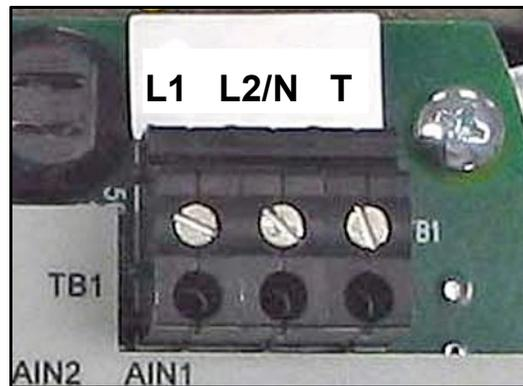
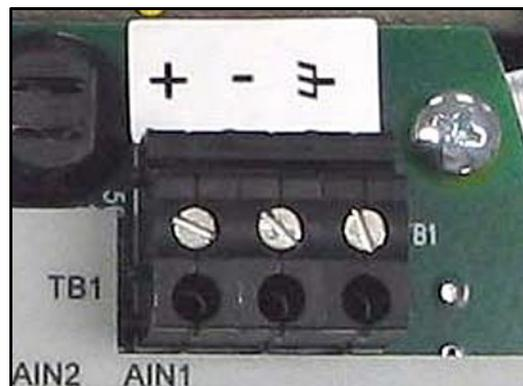

Figura 20: Cableado de la línea de alimentación de CA
Figura 21: Cableado de la línea de alimentación de CC
Vea la *Figura 20* o la *Figura 21* en la *página 38* para ubicar el bloque de terminales TBI y conectar la alimentación de línea de la siguiente manera:
2. Tienda el cable a través de uno de los tres puertos de entrada del conducto (vea la *Figura 19* anterior) y conecte los conductores de alimentación de línea al bloque de terminales TBI utilizando las asignaciones de números de patas que se ven en la *Figura 34* en la *página 48* y la *Figura 20* o la *Figura 21* en la *página 38*.
3. Tienda las conexiones de alimentación de CA hasta el *bloque de terminales de alimentación* que se muestra en la *Figura 20* a continuación. Se recomienda utilizar cable 12-18 AWG ( $3,3 - 0,82 \text{ mm}^2$ ) para las conexiones de alimentación.
5. Tienda el cable a través del orificio del conducto seleccionado y conecte los conductores de alimentación de línea al bloque de terminales TB1 utilizando las asignaciones de números de patas que se ven en la *Figura 35* en la *página 49* y la *Figura 20* o la *Figura 21* a continuación.